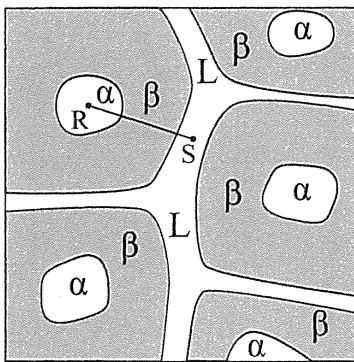
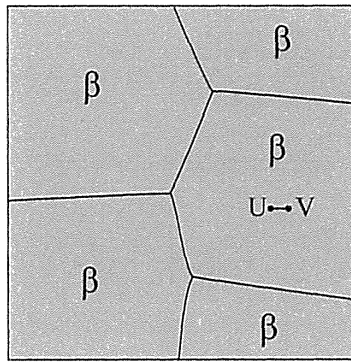

図7 温度  $T_4$  の組織の模式図
図8 温度  $T_4$  で十分に保持された組織の模式図
状態図2において組成  $x_2$  の合金を均一な液相(L)から冷却すると、原子の拡散が不十分なため温度  $T_4$  においてもα相とβ相と液相の3相が存在する組織(図7)が観察された。この組織を温度  $T_4$  でさらに保持すると、やがて均一なβ相のみからなる多結晶組織(図8)に変化した。
次に、図8の均一なβ相を温度  $T_4$  から冷却すると、温度  $T_3$  より低い温度では、β相中に(1)わずかな組成のゆらぎ(図9)が生じはじめ、最終的にβ相はβ1相とβ2相に相分離した。
- 問3 図7の位置 R と位置 S 間の組織を、解答用紙に示すように1次元の組織形成に単純化し、 $\alpha$  相、つづいて  $\beta$  相が位置 R から位置 S の方向に成長しているとする。位置 R と位置 S 間の元素 B のモル分率、元素 A と元素 B の化学ポテンシャルの分布をそれぞれ模式的に描け。位置 R における元素 A と元素 B の化学ポテンシャルは解答用紙にそれぞれ与えられている。必要に応じ、解答用紙の状態図上に組成を定義し、示すこと。ただし、界面エネルギーの影響は無視でき、局所平衡が成立しているとせよ。
- 問4 温度  $T_3$  より低い温度において、図8の位置 U と位置 V 間に図9に示す組成のゆらぎが生じたとき、位置 U と位置 V 間における元素 A と元素 B の化学ポテンシャルの分布をそれぞれ模式的に描け。なお、位置 U における元素 A と元素 B の化学ポテンシャルは解答用紙にそれぞれ与えられている。